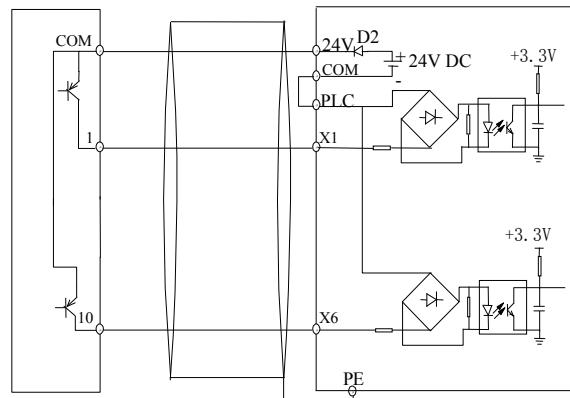

Рис. 4-10 Подключение с использованием внутреннего источника с ключами PNP – структуры
2) Используйте источник тока 24В и внешний контроллер, оснащенный транзистором PNP с общими эмиттерами, подсоединенными как показано на рис. 4-10 (перед подключением убедитесь, что клеммы PLC и 24 В разъединены).